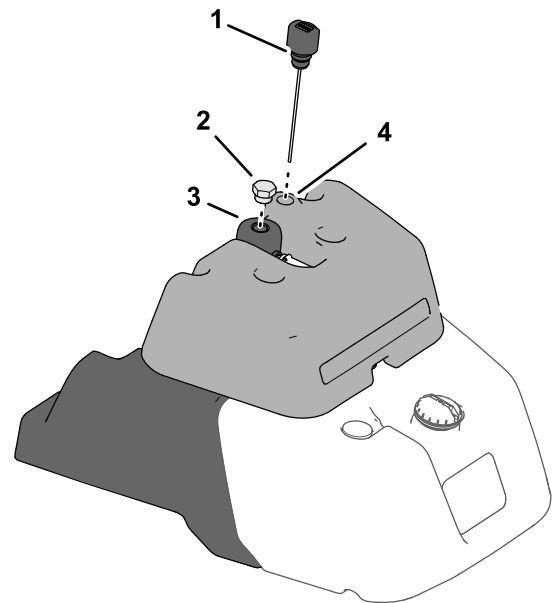

図 37
- 燃料タンク上部に燃料計が付いているマシンでは、リークディテクタのタンク上部にあるディップスティックを探し出し 図 37 ステップ 3 に進んでください。